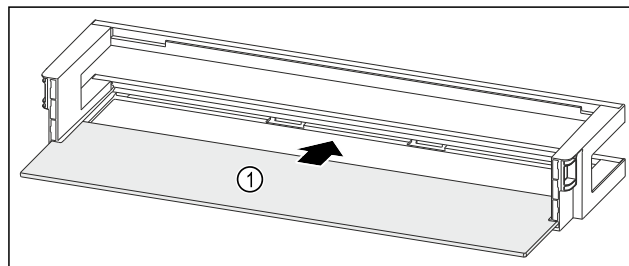

Fig. 188 Dveřní přihrádka s odkládací plochou
- Odkládací plochu Fig. 188 (1) zasuněte do bočních vybrání.